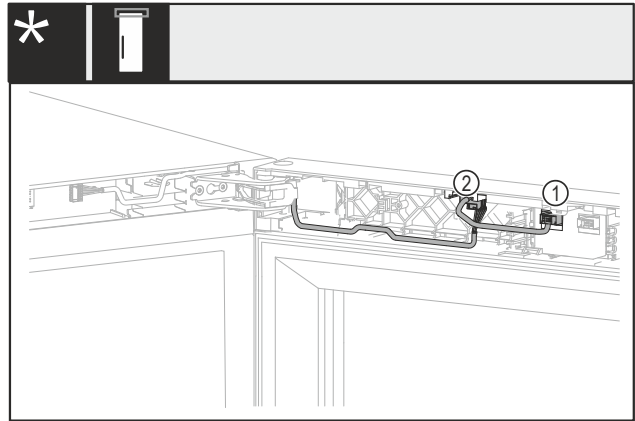

Fig. 18 Без замка или с механическим замком*
- ▶ Извлеките разъем Fig. 18 (1)*.
- ▶ Извлеките разъем Fig. 18 (2)*.